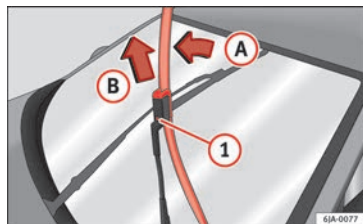

Fig. 136 As escovas dos limpa para-brisas.
- Remova o braço do limpa para-brisas do vidro, movendo ligeiramente a escova no sentido do braço - seta **A** » Fig. 136.